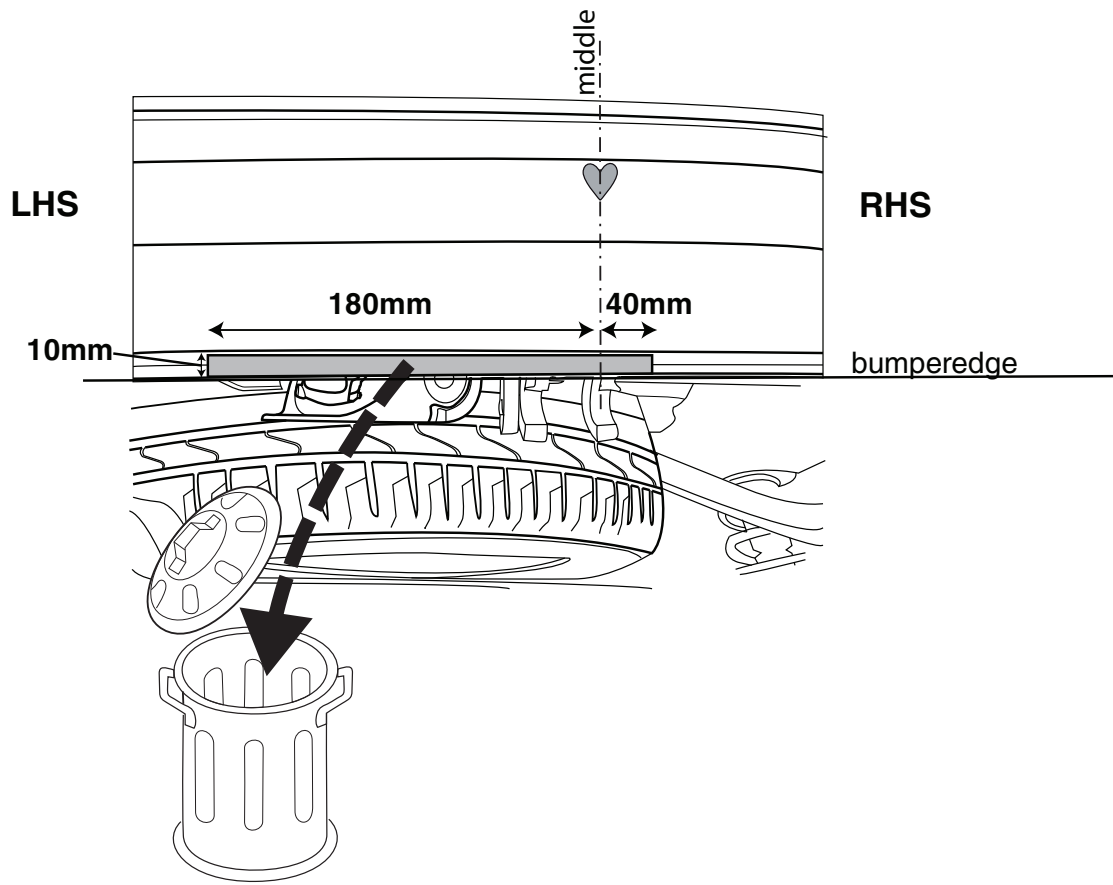

Fig. 2
6. Выпилить обозначенную часть, как указано на рис. 2 & 2а.